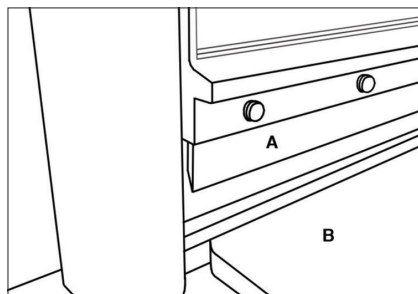

FIGURE 14
2. Una vez ya haya afilado o reemplazado la cuchilla, podrá re instalarla. Coloque la cuchilla en posición (Fig. 14-A) con el borde plano mirando hacia la mesa (Fig. 14-B). Asegúrese que la superficie de montura y la cuchilla se encuentren limpios, re instale la cuchilla con los siete tornillos con cabeza Allen removidos previamente, utilizando la llave hexagonal.